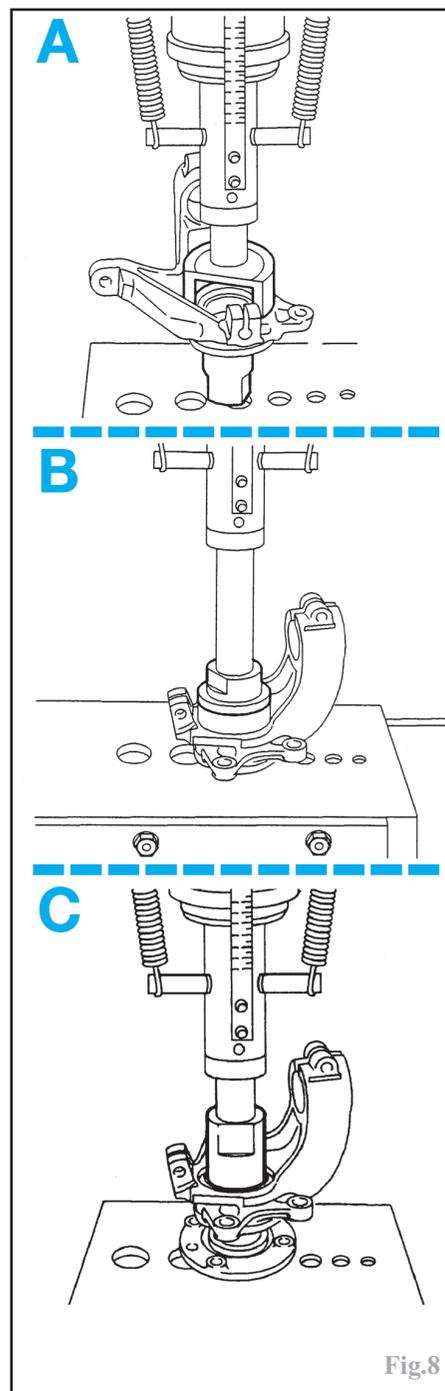

Fig.8
À la presse et à l'aide d'un mandrin de diamètre approprié, extraire le roulement du pivot (A) (Fig.8).
À la presse et avec un mandrin de diamètre approprié prenant appui sur la bague intérieure du roulement, engager le pivot sur le moyeu jusqu'en butée (C) (Fig.8). S'assurer que le moyeu tourne librement.